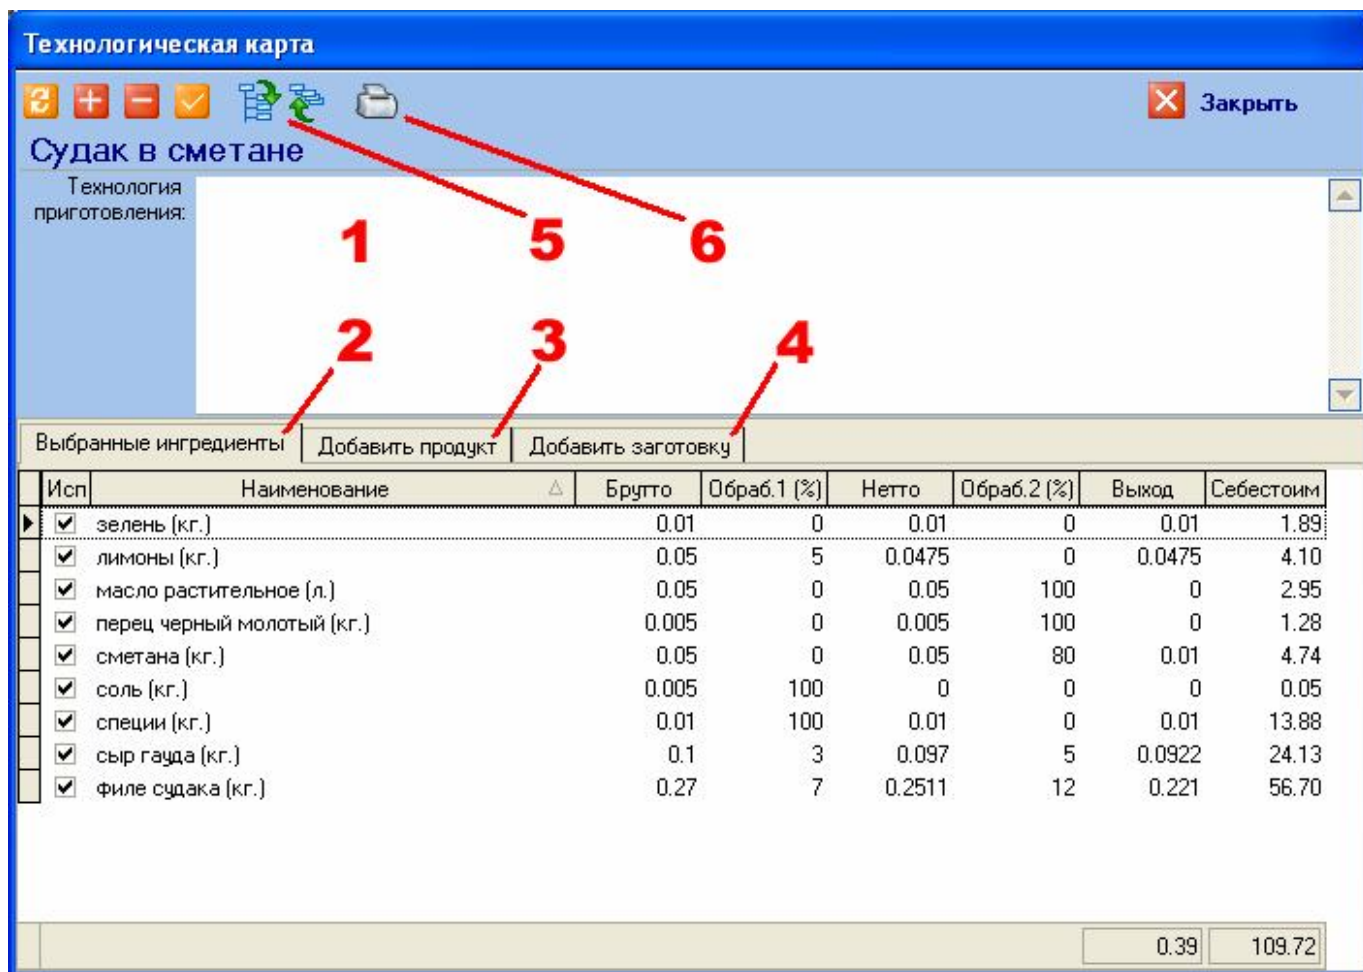

Рис. 5.2.3. Технологическая карта
- **Карточка** – информация о наличии заполненной технологической карты, согласно которой происходит приготовление данной формы ассортимента из набора продуктов/заготовок. В правой части поля имеется кнопка , при нажатии на которую открывается окно технологической карты (рис. 5.2.3).
5. Список модификаторов ассортимента из выбранной строки списка (1). Модификаторы служат для указания особенностей приготовления товара-ассортимента и используются в работе модуля «**QuarTech – Торговый зал**». В данном списке имеются следующие столбцы: